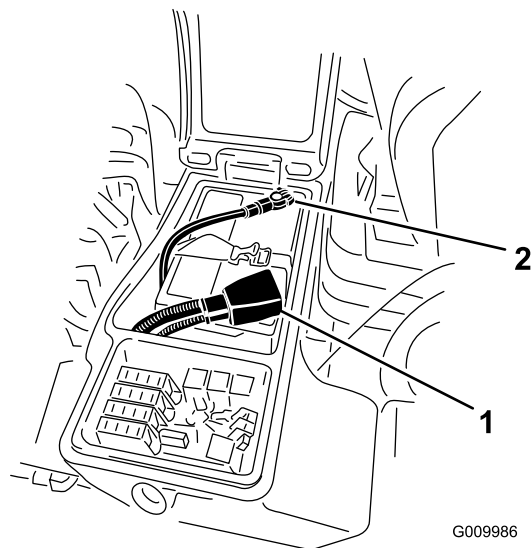

図 37
4. 赤いケーブルをバッテリーの端子に、黒いケーブルはバッテリーの端子に固定する 図 37 ケーブルはキャップスクリューとナットで各電極に確実に固定すること。プラス端子が電極に十分にはまり込んでいること、ケーブルの配線に無理がないことを確認する。ケーブルとバッテリーカバーを接触させないこと。ショート防止のために端子にゴムキャップをかぶせる。